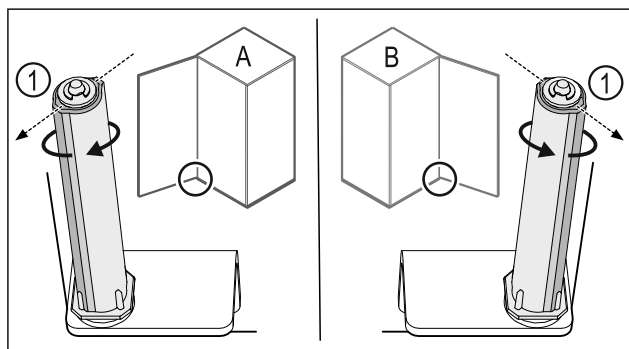

Fig. 53 Μεντεσέδες αριστερά (A) / Μεντεσέδες δεξιά (B)
- Περιστρέψτε το σύστημα κλεισίματος κόντρα στην αντίσταση, μέχρι ο κορμός του συστήματος κλεισίματος Fig. 53 (1) να είναι στραμμένος προς τα έξω.